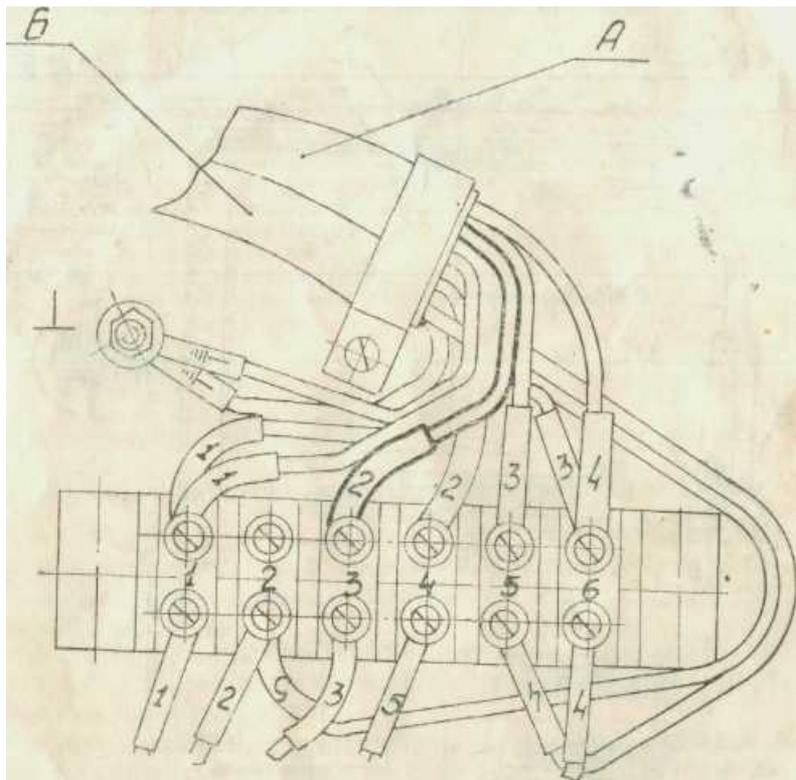

Рис. 2. Схема присоединения кабелей к панели на потолочном фланце.
4.3. Под потолочным кожухом 11 расположен трансформатор питания ламп светильника и панель переключения напряжения. Завод поставляет светильник включенным на 220 в. Переключение на 127 вольт производится пересоединением жилы 2 (рис. 2) кабеля питания с клеммы 3' на клемму 2 панели переключения.
Скрытой проводкой проложить кабель 16 к светильнику и присоединить к панели согласно рис. 2.